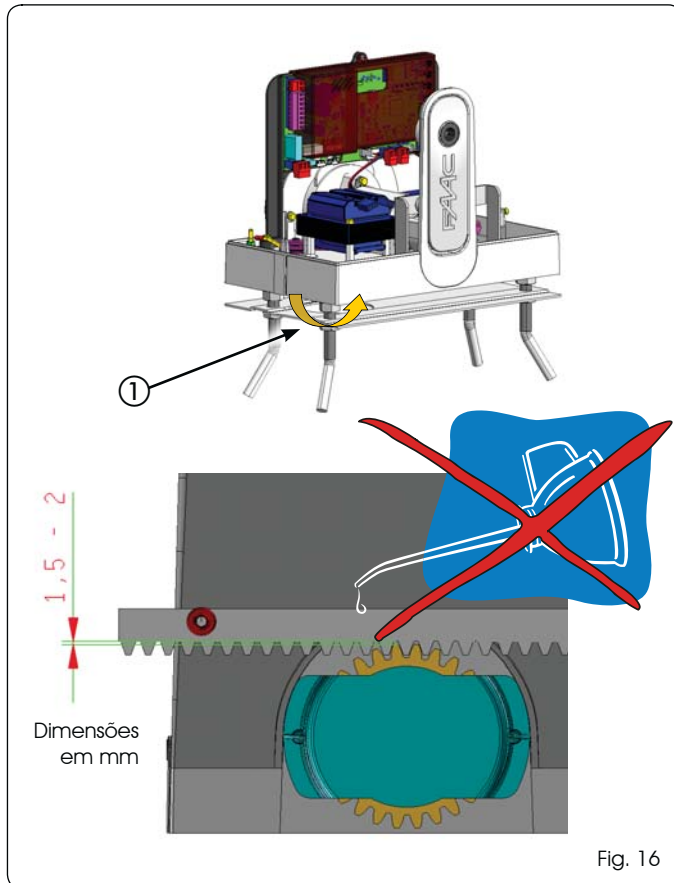

Fig. 16
-  Terminada a instalação da cremalheira, para garantir uma correta engrenagem com o pinhão, é aconselhável abaixar de cerca de 1,5 - 2 mm a posição do motorreductor agindo nas específicas porcas (Fig. 16 ref. ①).
-  Não utilizar graxa ou outros produtos lubrificantes entre o pinhão e a cremalheira (Fig. 16).